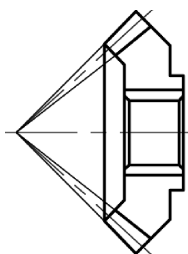
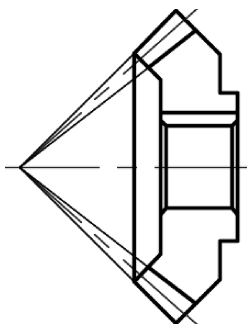

图14-51 镜像图形
图14-52 删除多余直线
(11) 镜像图形。单击“默认”选项卡“修改”面板中的“镜像”按钮, 将水平中心线上方绘制的图形以水平中心线为镜像线镜像, 结果如图14-51所示。将多余直线删除结果如图14-52所示。